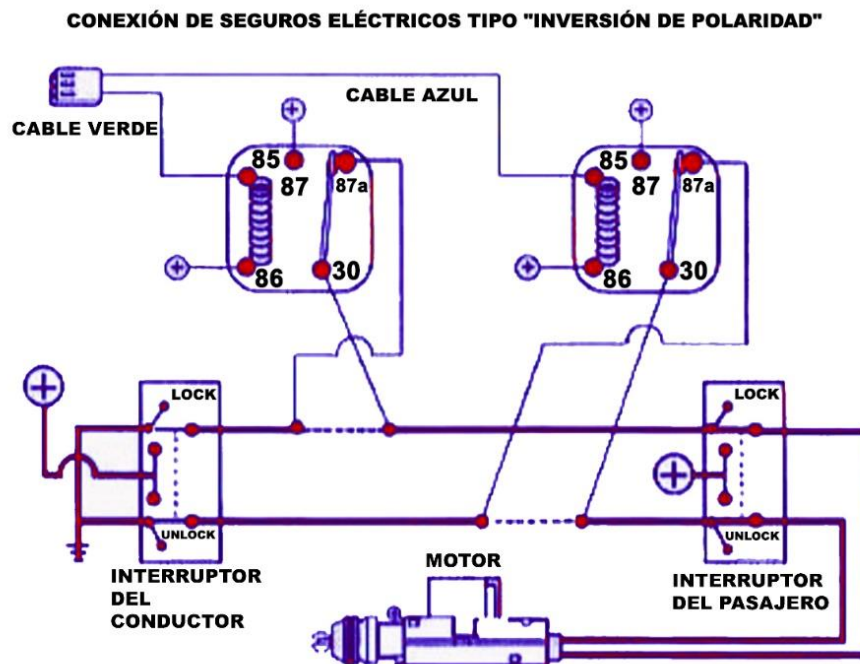

Figura 23: conexión de seguros eléctricos.
- El DLP-P3 convierte los pulsos de la alarma a pulsos positivos (Figura 23)